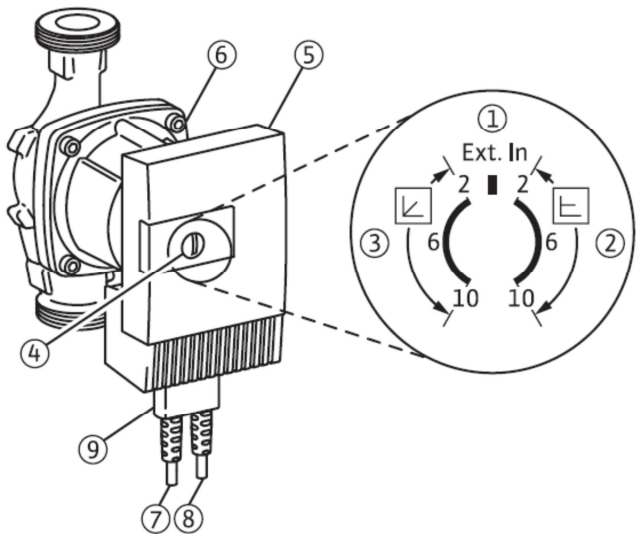

Fig. 1
Pour régler la hauteur d'élévation, agir sur la roulette rouge à l'aide d'un tournevis à coupe, la tournant (uniquement dans le secteur de droite, indiqué par le n°② dans la fig. 1) pour régler la hauteur d'élévation souhaitée :
La position centrale (indiquée par le n°① dans la fig. 1) arrête le circulateur.
Le secteur de gauche (indiqué par le n°③ dans la fig. 1) règle le circulateur à hauteur d'élévation variable en fonction du débit. Ne pas utiliser ce réglage car il pourrait provoquer des dysfonctionnements de l'unité.